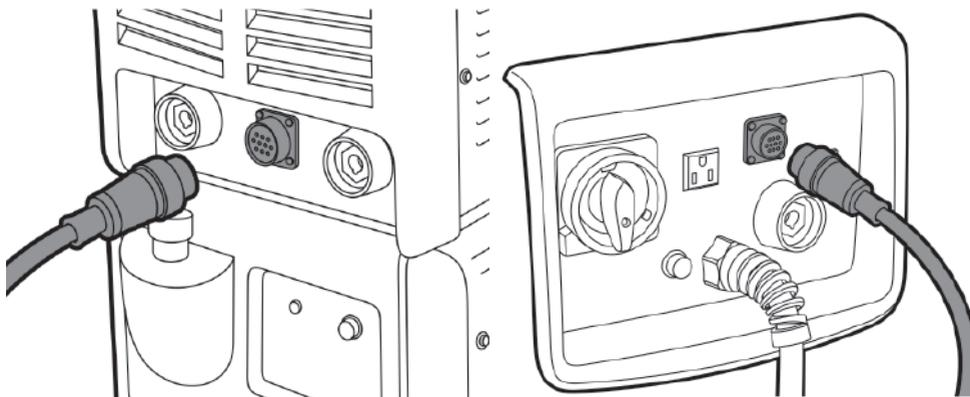

Рис. 8.2.2. Подключение кабеля управления к источнику питания.
2. Подключите кабель управления к источнику питания, затяните кабельную гайку до упора (см. рис. 8.2.2). Разъём расположен на передней и на задней панелях источника.